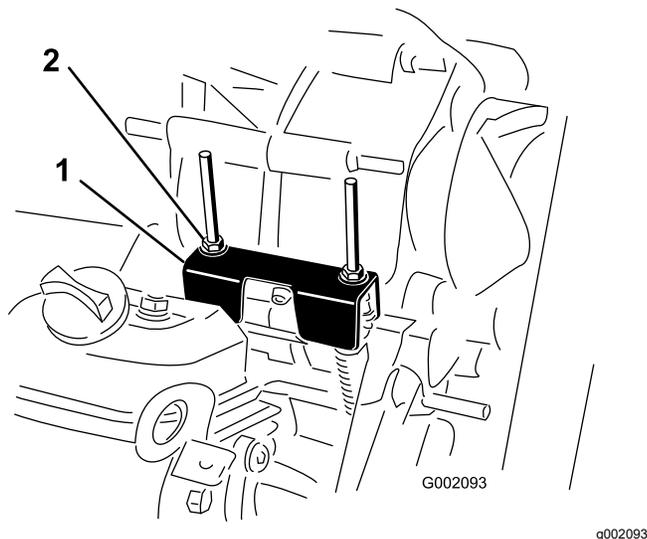

Рисунок 48
Прежде чем выполнять плановое техобслуживание и (или) диагностику двигателя, коробку передач необходимо переключить в положение НЕЙТРАЛЬ (Рисунок 48). У автомобиля есть положение НЕЙТРАЛЬ на рычаге переключения передач, которое включает нейтральное положение в трансмиссии. Выполните следующие действия, чтобы убедиться в правильной работе рычага переключения трансмиссии в нейтральном положении:
- Убедитесь, что кронштейн нейтрали находится в НЕЙТРАЛЬ положении (на уровне кронштейна крепления троса, расположенного под кронштейном переключения передач), повернув ведомое сцепление (Рисунок 48).
- Поверните одну из контргайек (Рисунок 48), чтобы получить зазор от 0,762 до 1,52 мм между нижней частью гайки/шайбы и кронштейном нейтрали.